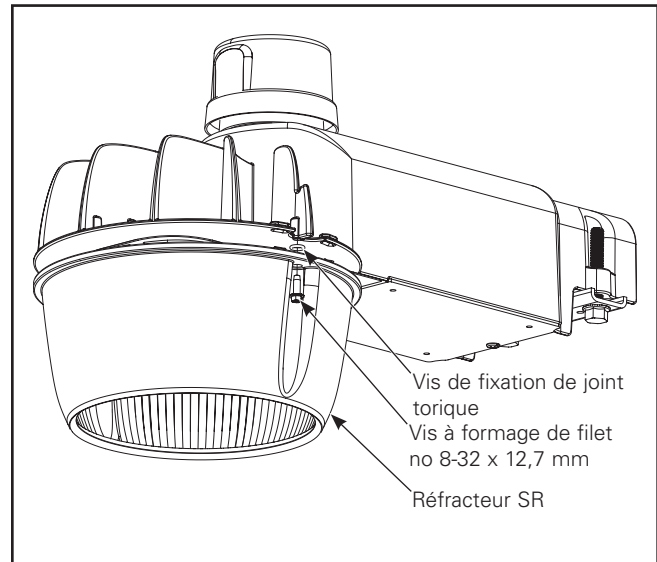

Figure 2.
2. Centrez le réfracteur au boîtier du luminaire et alignez les trous débouchants du réfracteur avec les orifices de montage du boîtier moulé sous pression. (Figure 2.)